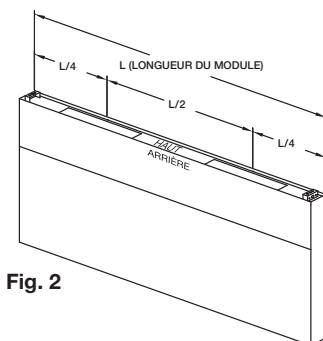

Fig. 2
3. Si le plénum d'apport arrière doit avoir deux ouvertures, découper les ouvertures de manière à les centrer au quart de la longueur (L/4) de l'extrémité du plénum. (Fig. 2)